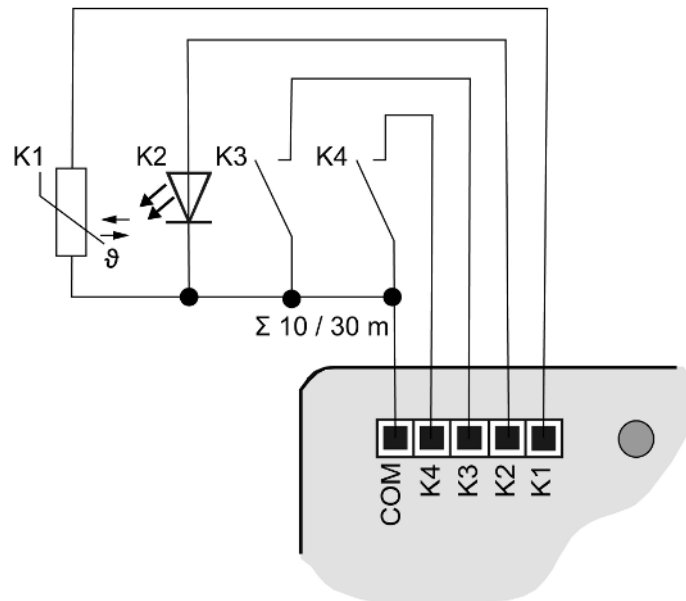
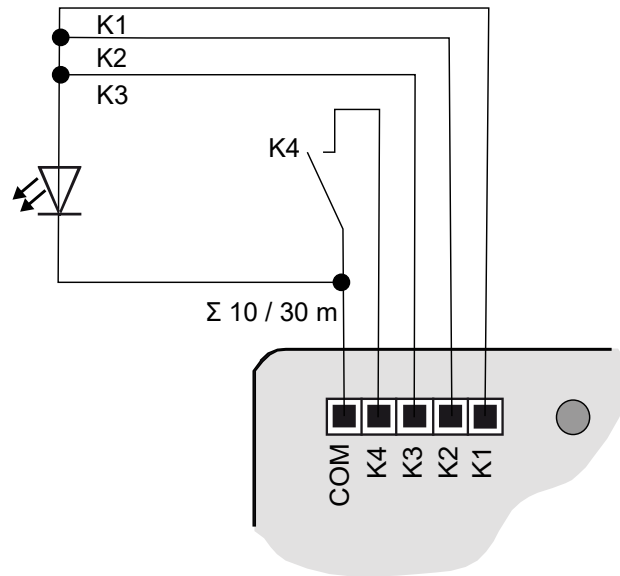

Bild 7: Anschlussbeispiel
Bild 8: Anschlussbeispiel mit parallelgeschalteten Ausgängen
- Optional (nur Variante "Komfort") (siehe Kapitel "Zubehör" ▶ Seite 26): Taster, Schalter, Kontakte. LED oder NTC gemäß Anschlussbeispielen mit beigelegten Anschlussleitungen anschließen. Die Anschlussbeispiele (Anschluss 4fach und (siehe Bild 8)) zeigen die Verwendung mit Eingängen, Ausgängen und Sensoren.
- Taster, Schalter, Kontakte, LED oder NTC gemäß Anschlussbeispielen mit beigelegten Anschlussleitungen anschließen ((siehe Bild 7) und (siehe Bild 8)). Die Anschlussbeispiele zeigen die Verwendung mit Eingängen, Ausgängen und Sensoren.
Parallelschalten von Ausgängen möglich, für Verbraucher mit höherem Strombedarf. Im Beispiel (siehe Bild 8) sind **K1-K3** parallel geschaltet.